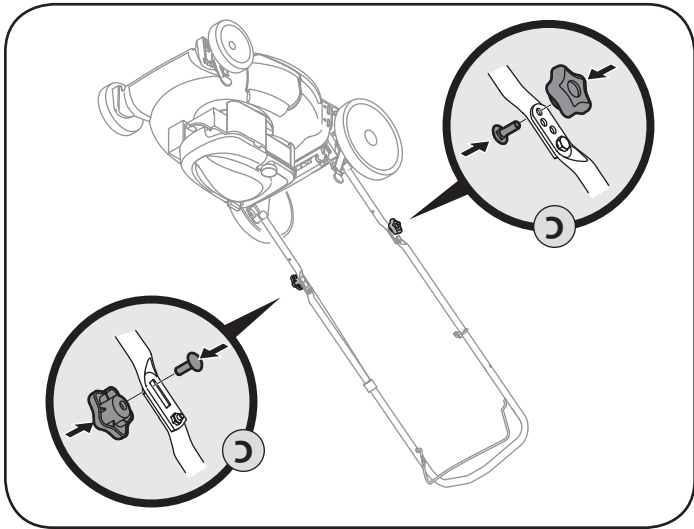

Figure 5
- c. Remettez les écrous à oreilles et les boulons ordinaires dans les trous inférieurs du guidon, comme à la Figure 5.